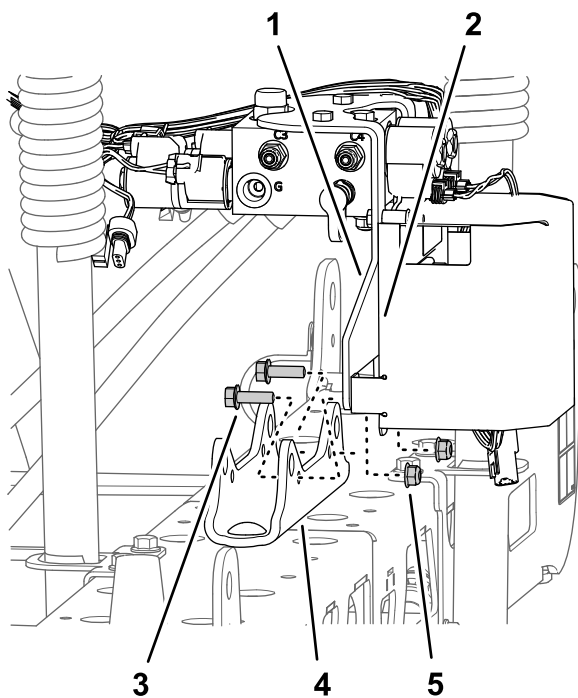

图42
- 对于带可选超声波喷洒臂平行组件的机器拧下将喷洒段提升歧管的支撑托架和 TEC 控制器支架固定至油缸安装座的 2 个凸缘锁紧螺母5/16英寸和 2 个凸缘头螺栓5/16 x 1英寸然后从油缸安装座上分离歧管和托架 图42。